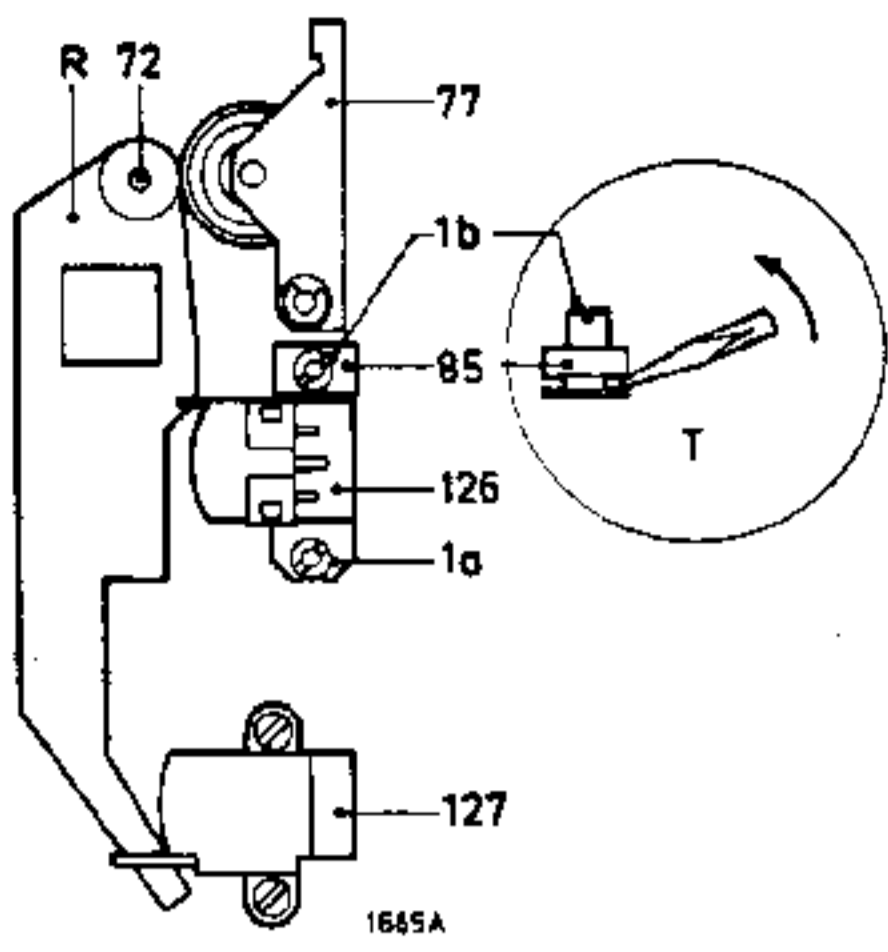

Fig. 12
Instellingen van O/W-kop 126 (zie fig. 12)
- . Plaats mal R (4822 402 60245) over toonas 72 vlg. fig. 12.
- . Als de O/W-kop in de juiste stand staat, zal de mal R precies tussen de bandgeleiders van beide koppen schuiven. Stel de verticale stand van O/W-kop in m.b.v. moertje 1b en verbuig eventueel horizontale stand van blokje 85 (zie fig. 12 bij T). Lak dan moertje 1b af.